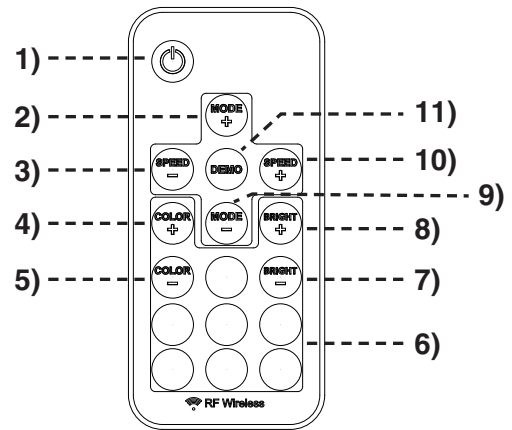
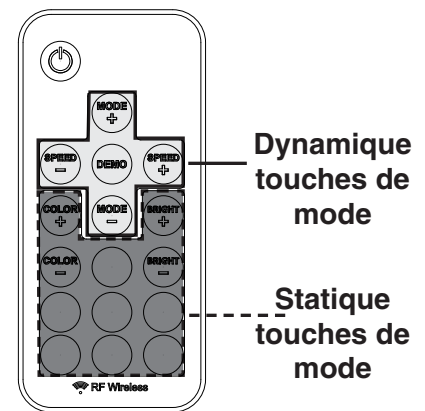

Fig. 40-1 Détail de l'émetteur à distance
Fig. 40-2 Détail des modes d'émetteur à distance
Avant l'utilisation de télécommande, vous familiariser avec les touches de l'émetteur comme illustré sur la Fig. 40-1 et les options de mode de la Fig. 40-2.
2. Appuyez sur la touche **ÉNERGIE** sur la télécommande pour allumer la lumière ou désactiver (voir Fig. 40-1).
3. Utilisez la télécommande comme vous le souhaitez. Consulter la section ci-dessus et la Fig. 40-1 et 40-2.